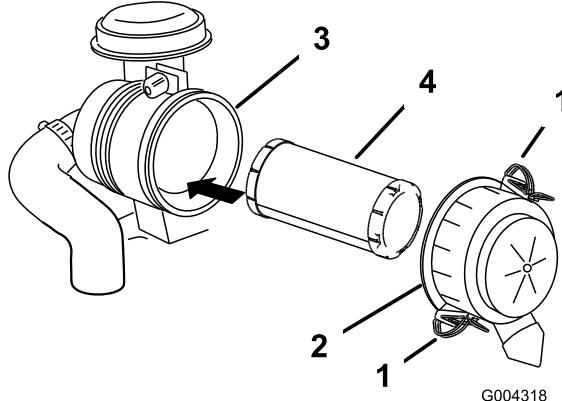

Figura 27
3. Abra los cierres del limpiador de aire y tire de la tapa del limpiador de aire para separarla de la carcasa del limpiador de aire (Figura 27).
5. Extraiga con cuidado el filtro de aire de la carcasa del limpiador de aire (Figura 27). Evite golpear el filtro contra el lado de la carcasa.
2. Deslice el filtro de aire con cuidado en la carcasa (Figura 27).
3. Instale la tapa del limpiador de aire con el lado que lleva la palabra **UP** hacia arriba, y fije los cierres (Figura 27).